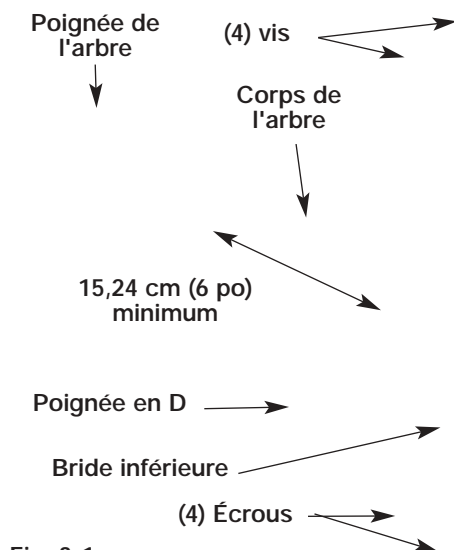

Fig. 3-1
2. Placez la poignée en D sur le corps de l'arbre et au-dessus de la bride inférieure (Fig. 3-1). Placez-la à au moins 15,24 cm (6 po) de l'extrémité de la prise de l'arbre.